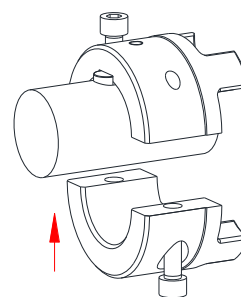

Figura 16: Montagem do cubo SPLIT sobre o eixo
- Posicione a meia concha inferior do primeiro cubo SPLIT na meia concha superior por baixo do veio (ver figura 16). Aparafuse os parafusos de cabeça cilíndrica, efetuando alguns passos de rosca.